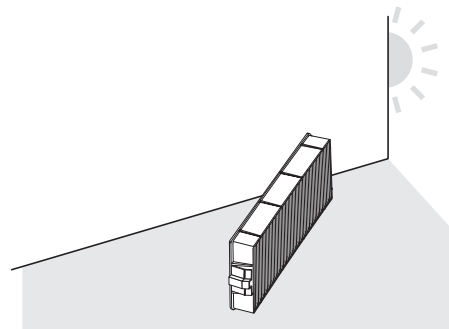

Figura 2
**2) Seque la unidad del filtro de aire. (Figura 2)**